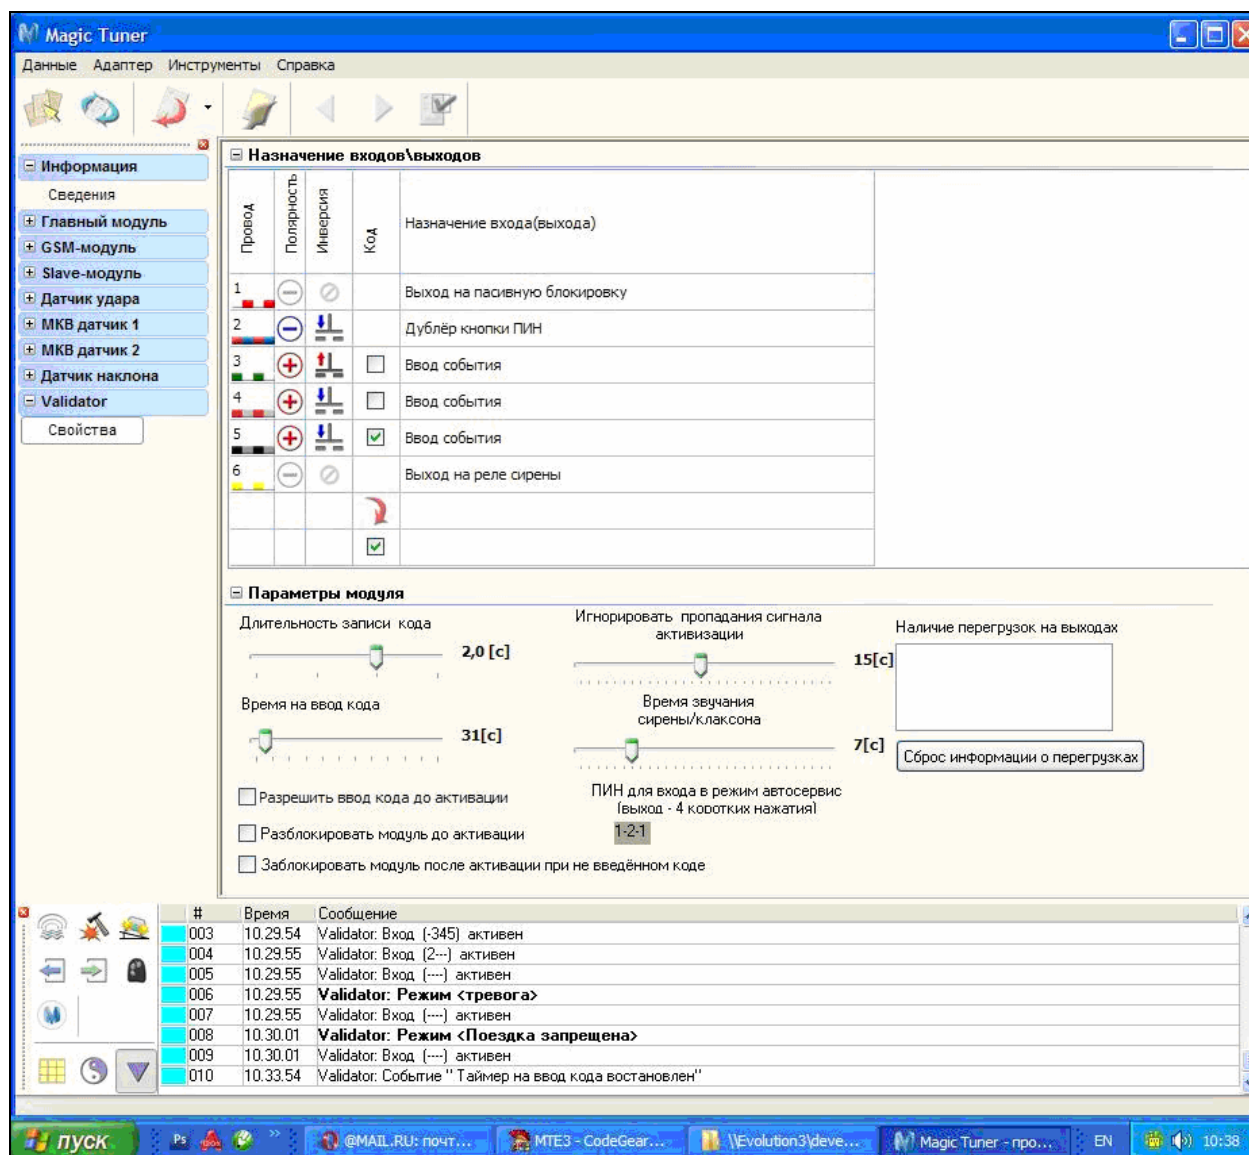

Рис.5. Вид программной оболочки Magic Tuner и меню настроек Validator'a.
2. На Вашем компьютере откроется окно программной оболочки Magic Tuner, в среде которой и производятся настройки Validator'a (Рис.5).